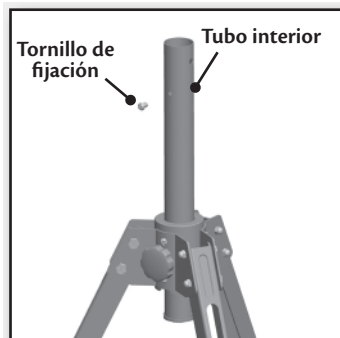

Figura 7
3. Quite el tornillo de fijación de la bolsa plástica que estaba unida a la espuma del alojamiento del motor. Extienda el tubo interior e instale los tornillos de fijación dentro de su orificio en el tubo interior Figura 7.